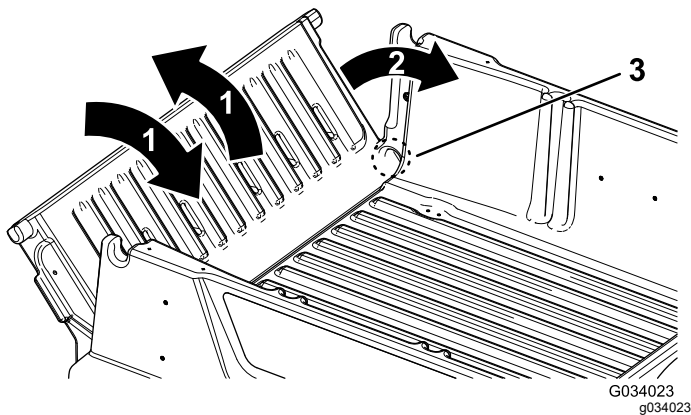

図 18
2. テールゲートを 45°程度の角度にする 図 18。
3. この位置から、テールゲートを小刻みに前後に振るように数回往復させる 図 18。